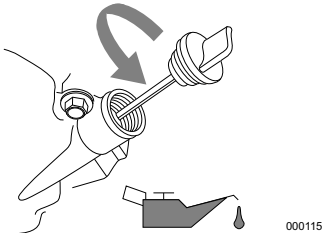

Figura 4-5. Abertura de llenado de aceite del motor
3. Consulte la Figura 4-5. Retire la tapa de la abertura de llenado de aceite y la varilla de nivel y limpie la varilla de nivel.